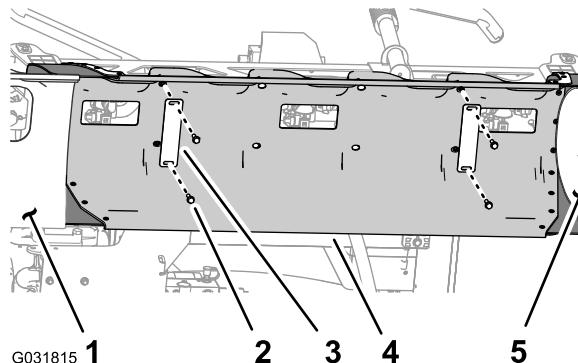

图27
1. 在支撑住中间喷洒臂段护罩11喷嘴的同时拆下将其固定到护罩支撑托架上的 4 个凸缘头螺栓 $5/16 \times 1\frac{1}{4}$ 英寸和 2 个护罩箍带图27。